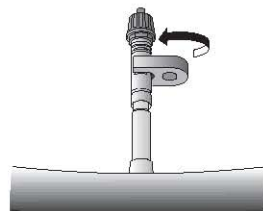

Fig. 6
- Avvitare la prolunga sulla valvola con la chiave (in dotazione solo con le prolunghette del tipo lungo) o con la sola forza della mano (Fig. 6).
- Screw the adapter onto the valve by using the wrench (which is only provided with long-type adapters) or simply by hand (Fig. 6).
- Mit dem Schlüssel (Standardausstattung nur bei der langen Verlängerung) oder mit der bloßen Hand die Verlängerung auf dem Ventil fest anziehen (Abb. 6).
- Vissez le raccord sur la valve avec la clef (fournie uniquement pour les raccords de type long) ou seulement avec la force de la main (Fig. 6).
- Enroscar el prolongador en la válvula con la llave (provista sólo con los prolongadores largos) o usando sólo la fuerza de la mano (Fig. 6).
- Schroef de adapter op het ventiel door gebruik te maken van de schroef sleutel (alleen geleverd bij het lange type adapter) of handmatig (Fig. 6).